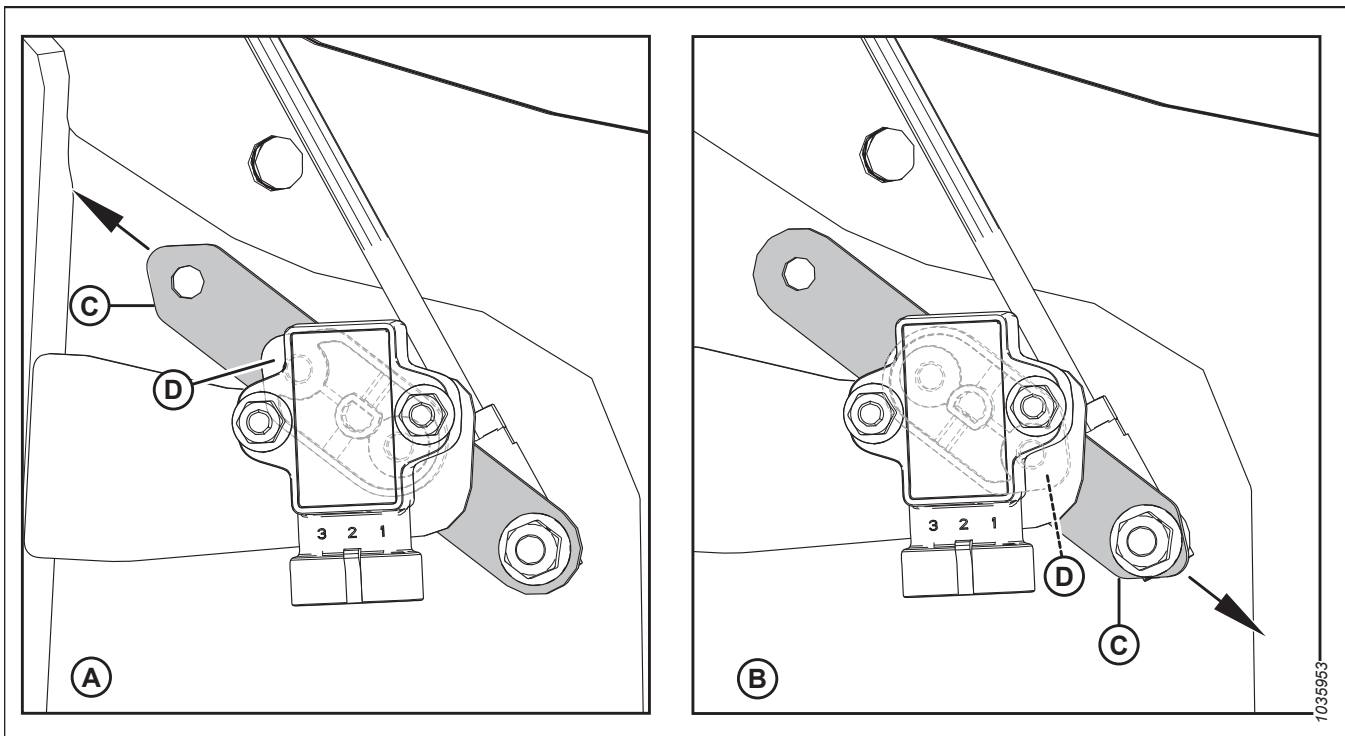

Abbildung 3.213: Konfigurationen Sensorbügel/Sensorzeiger
- Prüfen, ob Sensorbügel (C) und Sensorzeiger (D) passend zur Maschine konfiguriert sind. Siehe Abbildung 3.213, Seite 166.